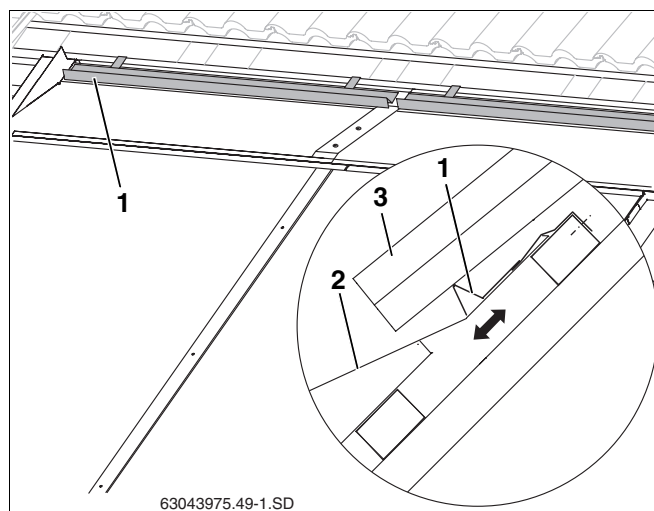

Рис. 60 Укладка и крепление опор для черепицы
- как можно дальше перекрыть накладной лист (рис. 60, поз. 2), при этом не касаясь его и
- Установить опору (рис. 60, поз. 1) в нужном положении и прикрепить к обрешетке.
- Положить обрезанные черепицы (рис. 60, поз. 3).